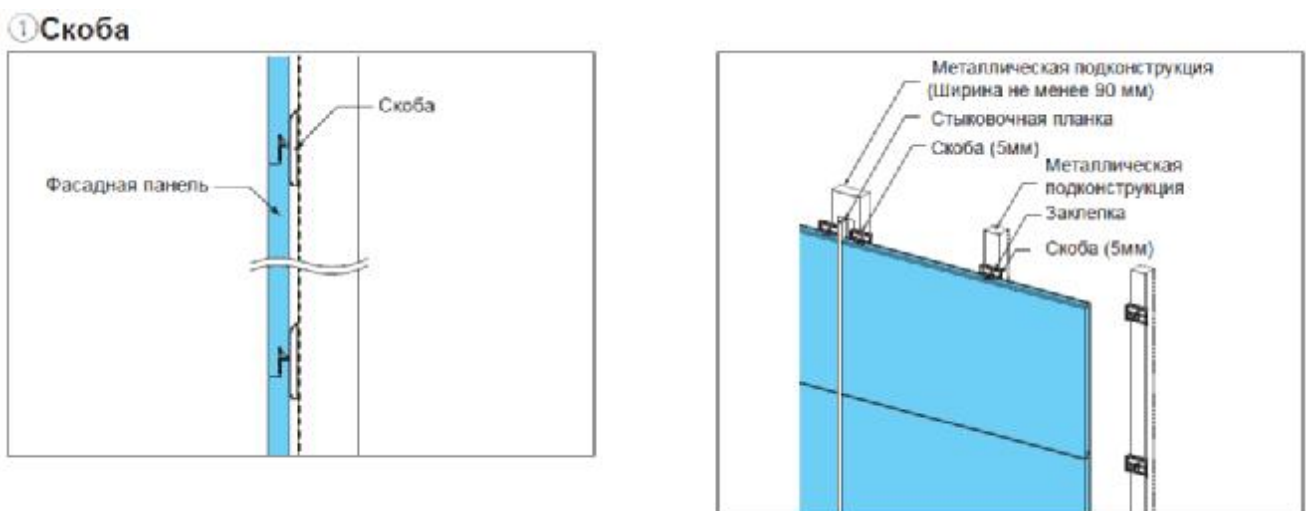

Рис. 7
- Панели устанавливаются при помощи скоб; (см. рис. 7)